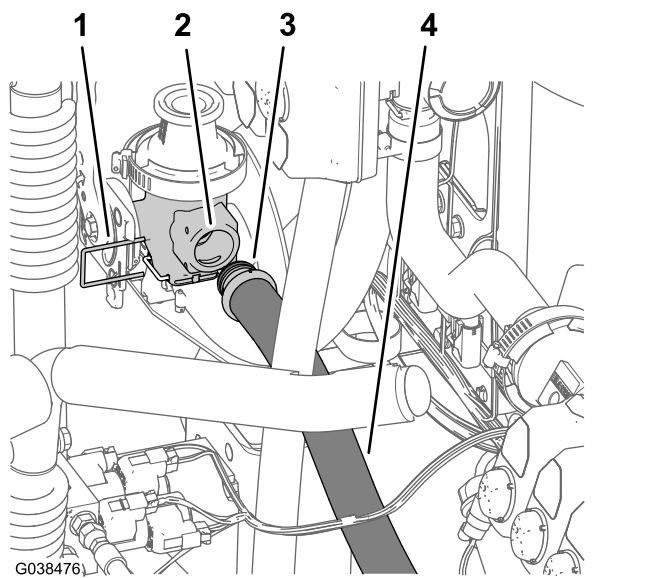

Рисунок 73
1. Установите прямой штуцер типа «елочка» нижнего шланга подачи опрыскивателя (2,5 x 66 см) в отверстие отсечного клапана эдуктора (Рисунок 73).